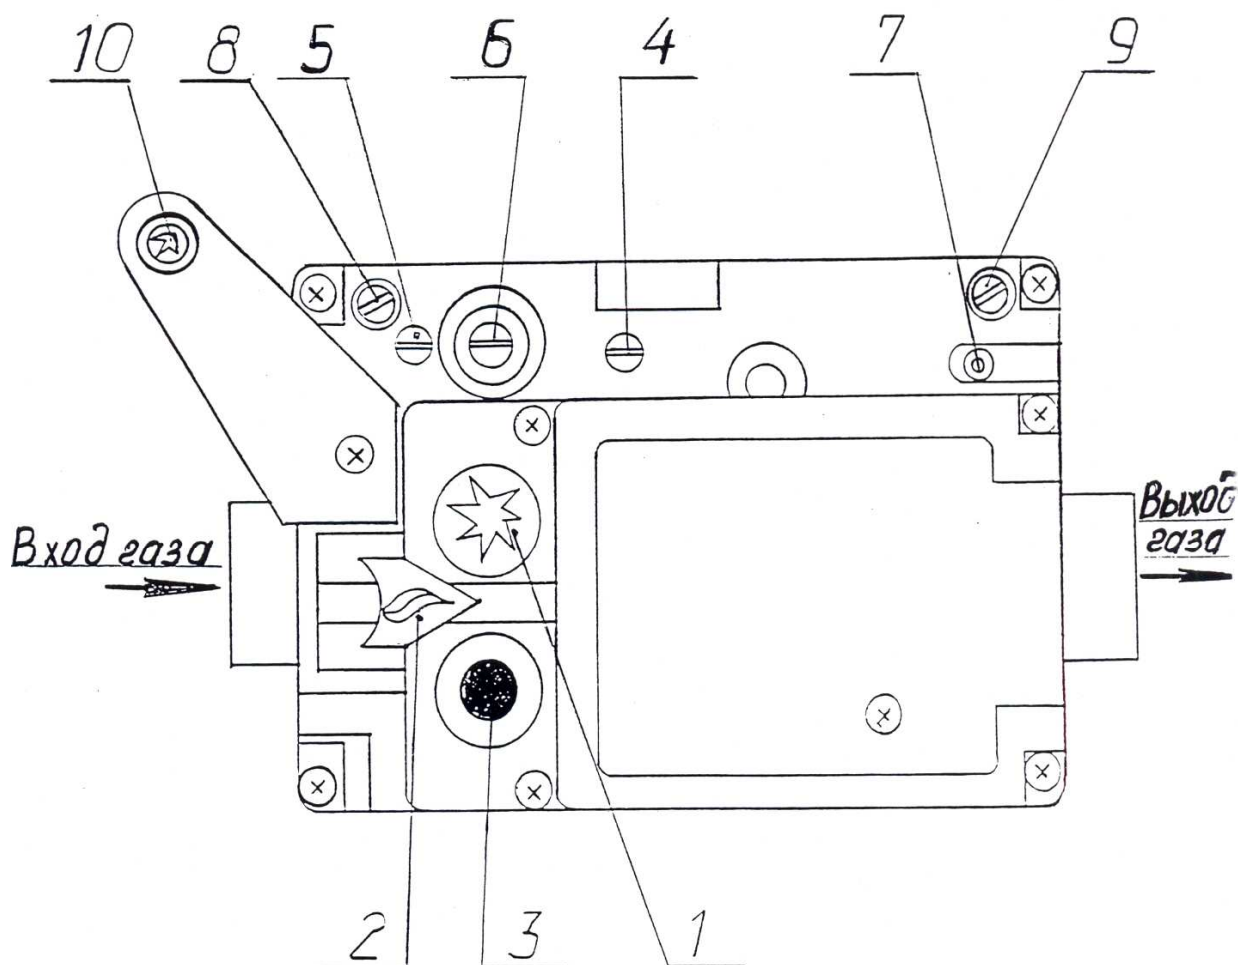

Рис.5. Элементы управления газовым клапаном.
6.3.5. Нажмите кнопку «\*» (п.1 рис.5) и удерживайте её полностью нажатой – проход газа к запальной (пилотной) горелке открывается. Не отпуская кнопку «\*», нажмите кнопку пьезовоспламенителя 10 до щелчка. Контролируйте розжиг запальной горелки через смотровое отверстие щитка.
6.3.8. Для включения основной газовой горелки нажмите поперечную кнопку (поз. 2, рис. 5).
6.7. Для полного выключения котла нажмите кнопку «●» (поз.3 рис.5) полностью. Отпустите кнопку. При этом кнопки «●» и «\*» фиксируются в нижнем положении. Когда ток, вырабатываемый термопарой, перестанет быть достаточным для удержания магнитного блока притянутым, кнопки «●» и «\*» освобождаются, и переходят в верхнее положение. Теперь имеется возможность выполнить повторный розжиг. Если в этом нет необходимости, выключите тумблер «СЕТЬ» и закройте газовый кран перед котлом.